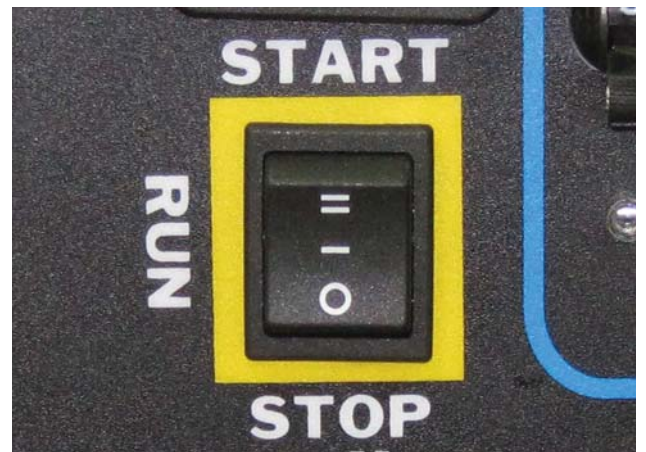

Figura 24 – Interruptor de control del motor
5. Oprima y mantenga apretado el interruptor de control del motor en la posición **START (encendido)** hasta que el motor arranque. Después de que se encienda el motor, suelte el interruptor de control del motor; se moverá automáticamente a la posición **RUN (funcionamiento)** (vea la *Figura 24*).